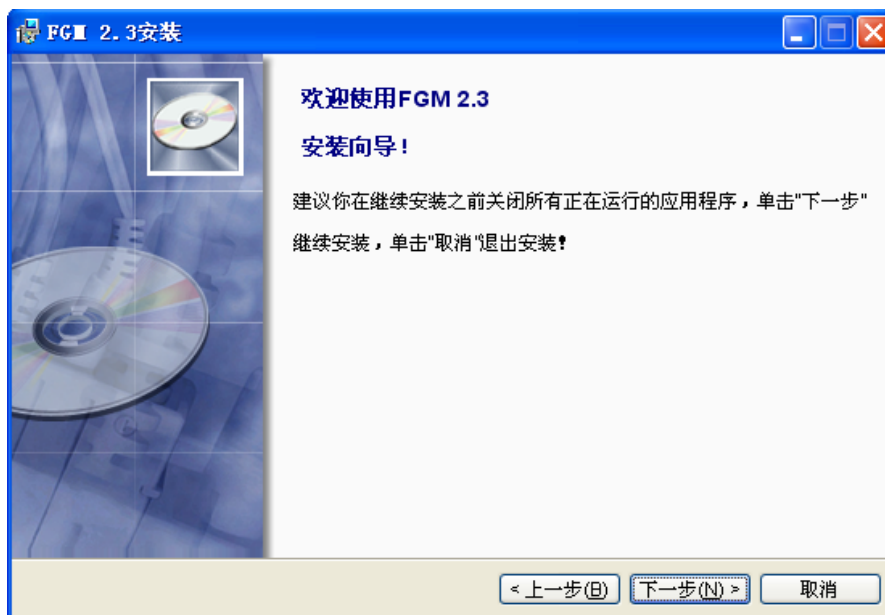

图 2 安装程序启动界面
5.1.1 运行安装程序 FGM2.3 Setup.exe，显示的界面如图 2 所示，点【下一步】按钮；